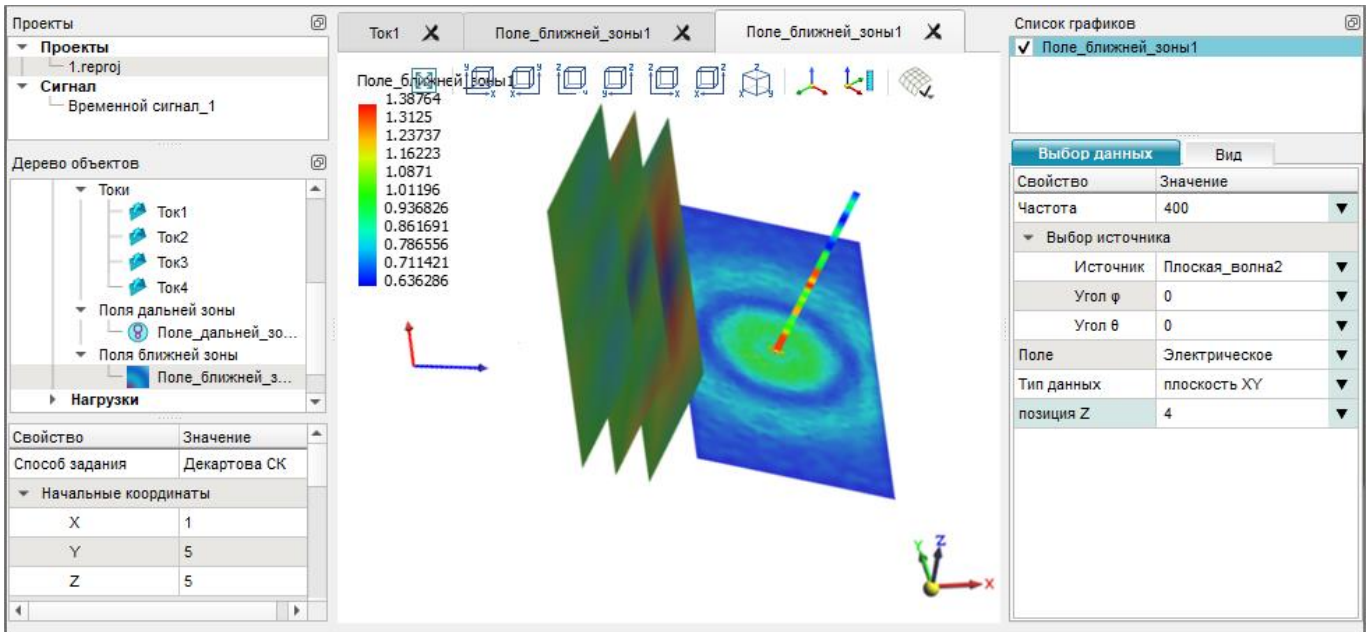

Рис. 222
18.9.3.3. Пример 3D визуализации в одном окне токов, рассчитанных на проводе и поверхности, и поля ближней зоны в виде слоев при заданном значении частоты показан на рис. 222.